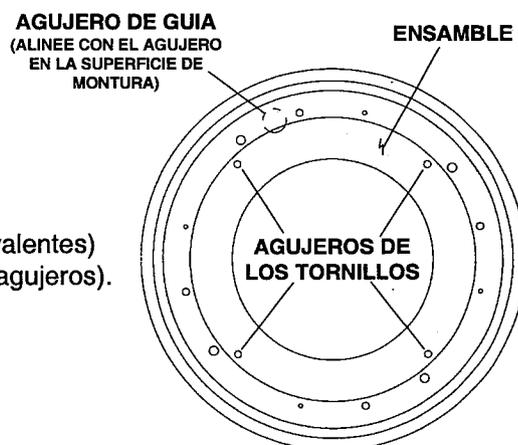

FIGURA 2
- Atornille el ensamble usando cuatro tornillos (10-24 o equivalentes) (porfavor refierase a la Figura 2 para la localización de los agujeros).